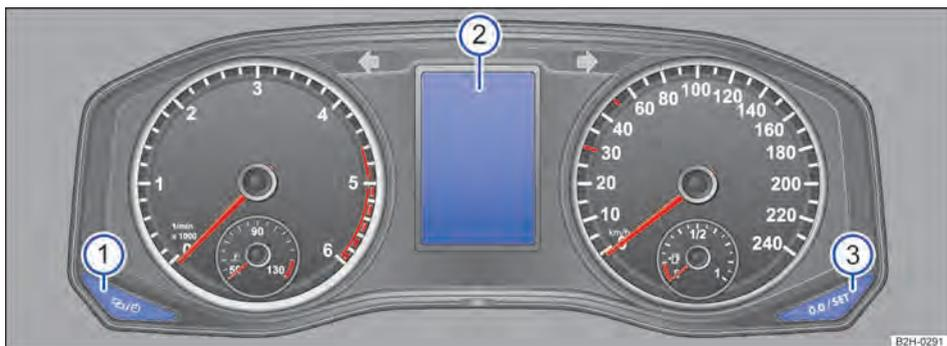

Fig. 185 Botões no instrumento combinado no painel de instrumentos.
Em veículos sem indicador de display no instrumento combinado → Fig. 185, o sistema de controle da pressão dos pneus deve ser calibrado se forem feitas alterações nos pneus, por exemplo, substituição dos sensores de pressão dos pneus ou troca de conjuntos de pneus.
1. Pressionar o botão  → Fig. 185 ① com frequência no instrumento combinado, até que a indicação RDK Reifendruck Kalibrierung seja exibida no display → Fig. 185 ②.
2. Pressionar o botão  → Fig. 185 ③ mais de três segundos até que soe um som de sinal.